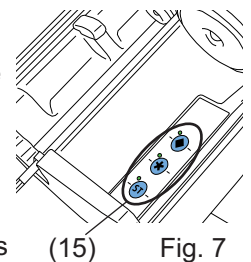
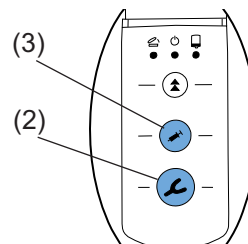

Fig. 7
Fig. 8
- Activer le programme de mélange en appuyant sur la touche de programme correspondante (15, fig. 7). La DEL située à côté de la touche de programme s'allume.
- Si l'utilisateur appuie sur une touche d'extrusion (porte-empreinte 2, fig. 8) ou distributeur (3, fig. 8) sans avoir sélectionné de programme auparavant, l'appareil active automatiquement le programme **ST**. La DEL située à côté de la touche **ST** s'allume.
- Appuyer sur la touche d'avancement (2) ou (3) et la maintenir enfoncée :
- porte-empreinte (2), vitesse d'extrusion élevée
- distributeur (3), faible vitesse d'extrusion.
- Activer le programme de mélange en appuyant sur la touche de programme correspondante (15, fig. 7).